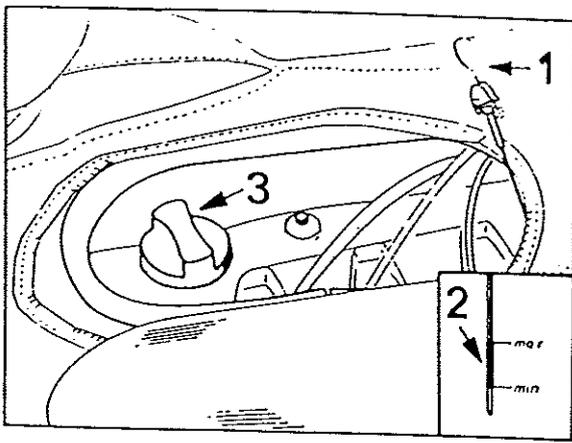

Bild 35
Der Ölmeßstab – Bild 35 (1) – befindet sich rechts vom Zylinderkopf, hinter der Zahnriemenabdeckung. Der Ölstand muß in regelmäßigen Abständen, am besten bei jedem Tanken, wie folgt überprüft werden:
- Ölstand ablesen – Bild 35 (2) –
- Öl nachfüllen – Bild 35 (3) –
Nachgefüllt wird Öl in die Öffnung der Zylinderkopfaube nach Entfernen des Ölverschlußdeckels – Bild 35 (3) –.